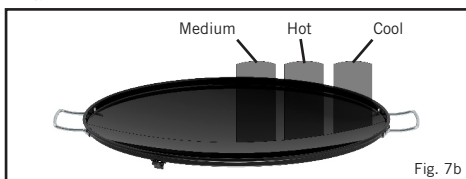

Fig. 7b
- Tilberedelsestemperaturen kan lettjusteres til å passe til dit behov ved å dreie styreknappen (K) og regulere varmegraderne. En af funksjonene hos Skottel BBQ er, at den tilbyr forskjellige varmesoner (se fig.7b). Dette er veldig nyttig ettersom noen levnetsmidler blir kok fortere enn andre, og den mat, det er innenst ferdig, således kan flyttes til kjøligere områder på fatet og holdes varm, mens resten av maten lages ferdig.